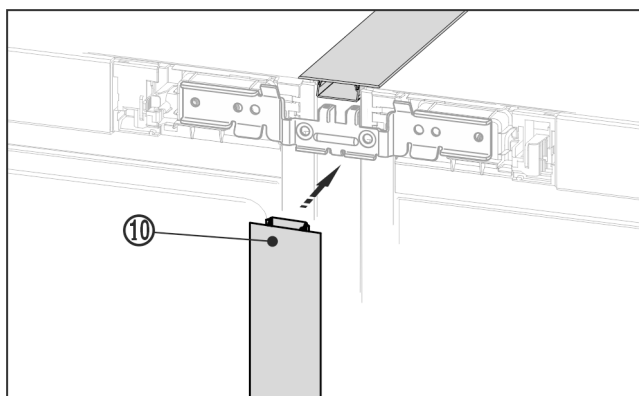

Fig. 22 *
► Në pjesën e përparme, ngjishni shiritin mbulues Fig. 22 (10) të gjatë në hapësirën vertikale. Këtu bëni kujdes që shiriti të qëndrojë në llamarinën e bashkimit.*